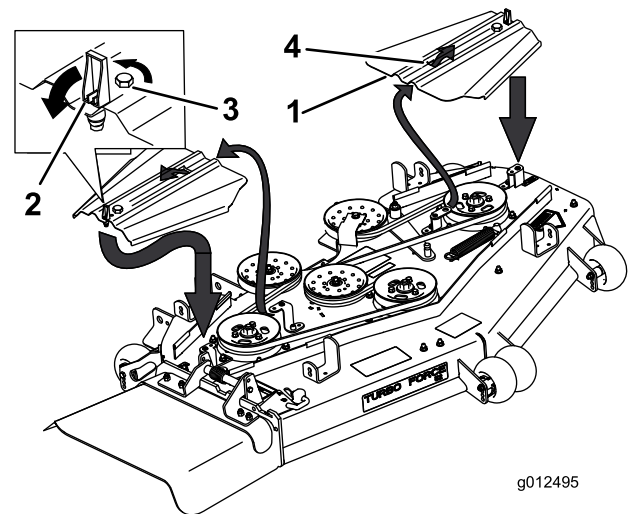

Figura 67
3. Retire las cubiertas de las correas y los pernos que están sujetos a las mismas (Figura 67).
9. Instale las cubiertas de las correas deslizando la cubierta sobre la pestaña, apriete los pernos y cierre los enganches (Figura 67).